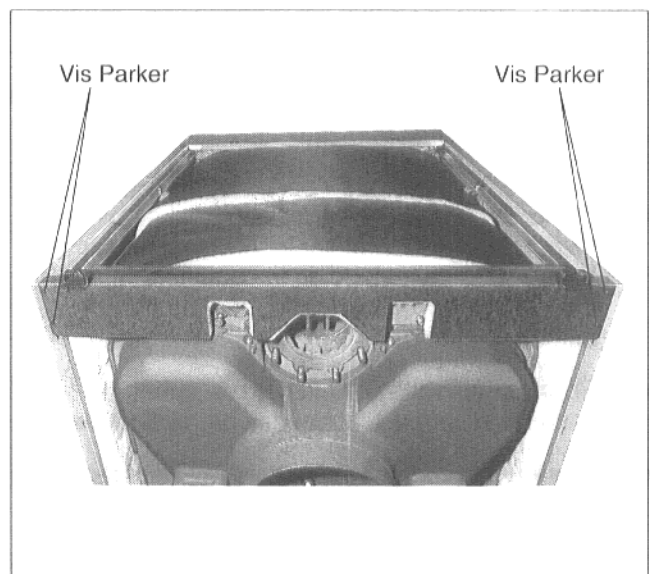

Fig. 45
- Placer la paroi supérieure de la chaudière sur les parois latérales et la visser de l'arrière sur les parois latérales à l'aide de quatre vis Parker (Fig. 45).